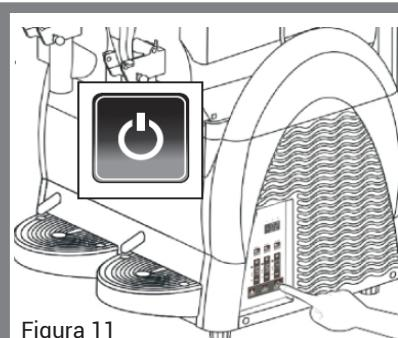

Figura 11
Presione el botón en posición de ENCENDIDO (ON), la máquina se inicia, como se muestra en la figura 11.